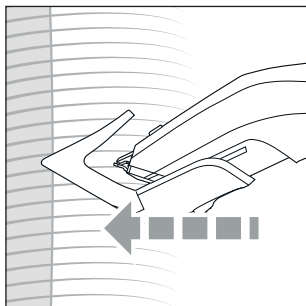

Fig. 7
- 2) Sostenere l'apparecchio in modo tale che l'inserto pettine **10/11** o la testina di taglio **1** poggino il più possibile dritti sulla testa e che la lama sia rivolta verso il cuoio capelluto (vedere fig. 7). Passare l'apparecchio sui capelli uniformemente e solo in una direzione per evitare che i capelli si impiglino nella testina di taglio **1**.